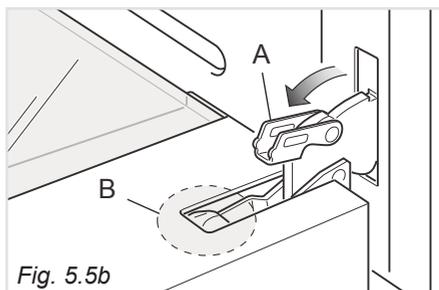
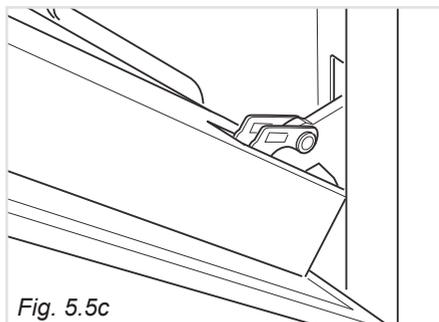

Fig. 5.5b
Fig. 5.5c
- Aprire completamente la leva "A" delle cerniere destra e sinistra (fig. 5.5b).
- Socchiudere dolcemente la porta (fig. 5.5c) fino a quando le leve "A" delle cerniere destra e sinistra si agganciano alla parte "B" della porta (fig. 5.5b).